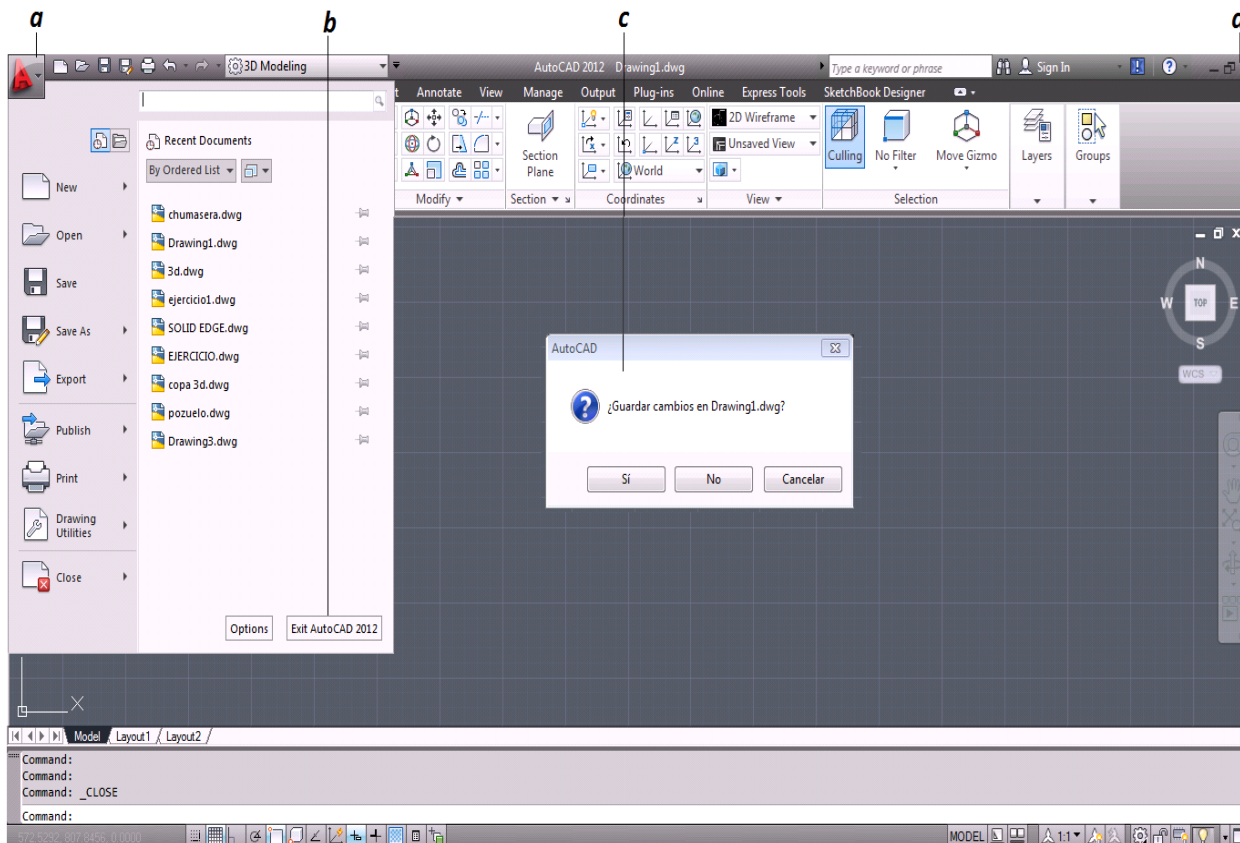

Figura 3.2. Cerrando AutoCAD 2012
- a. Clic en el menú de búsqueda (*figura 3.2*).
- b. Clic en el botón *Exit AutoCAD 201* (*figura 3.2*).
- c. Posteriormente aparecerá un recuadro el cual pregunta si se desea guardar el dibujo actual y se selecciona la opción *deseada* (*figura 3.2*).
También se puede dar clic en la parte superior izquierda (*figura 3.2 "d"*) como se hace comúnmente en la paquetería office, al seleccionar esta forma de cerrar el programa, también aparece el recuadro que pregunta si se desea guardar los cambios.